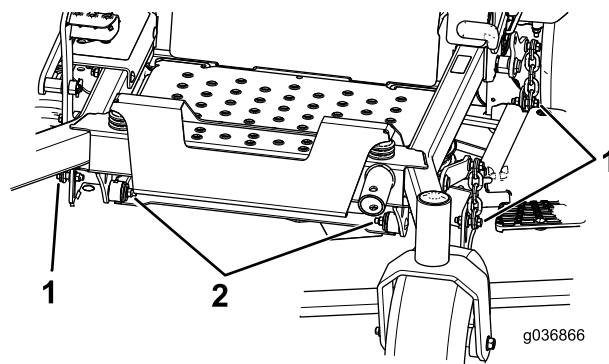

Рисунок 85
7. Отверните болты и гайки с обеих сторон машины и сохраните их (Рисунок 85).